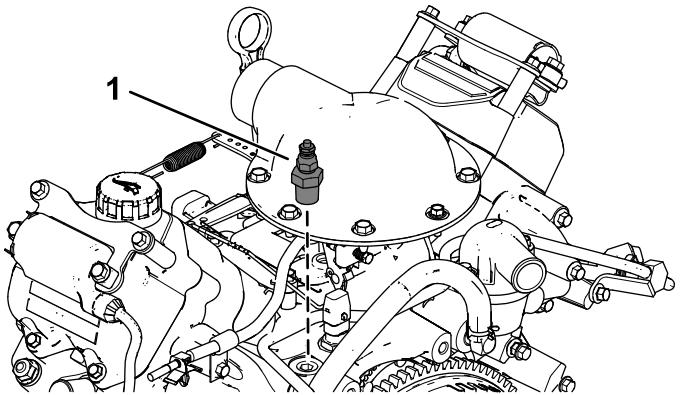

Figura 7
1. Retire o interruptor de temperatura da caixa do termostato (Figura 7)